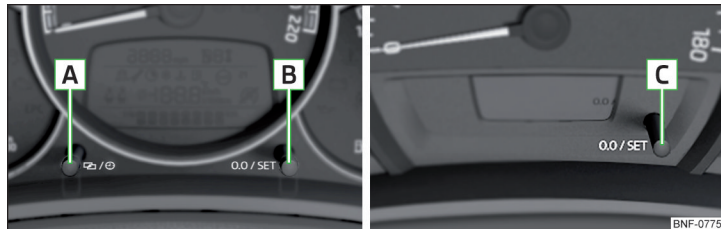

Рис. 21 Кнопки на комбінації приладів: компонування 1 і 2 / компонування 3
- ▶ Утримуйте натиснутою кнопку [C] » Рис. 21 на стор. 38, поки на дисплеї не почне блимати показчик часу та зовнішньої температури.
- ▶ Кнопку [A] тримати » Рис. 21 поки блимає на дисплеї показання часу.
- ▶ Утримуйте натиснутою кнопку [C] » Рис. 21, поки на дисплеї не почне блимати показчик часу.
- ▶ Натисніть кнопку [B] або [C] » Рис. 21 на стор. 38.
➤ Оберіть лічильник скиданого пробігу (TRIP) й утримуйте натиснутою кнопку **[B]** або **[C]**» Рис. 21 на стор. 38.